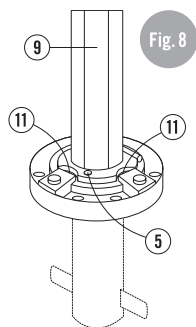
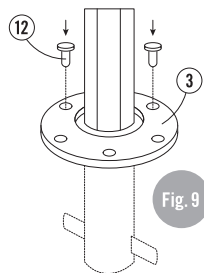

Fig. 8
Fig. 9
- Poser le mât (9) à la verticale avec précaution et le garder maintenu (Fig. 8).
- Insérer la vis de sécurité (5).
- Ajuster la position verticale avec les vis de nivellement (11), si nécessaire.
- Abaisser l'anneau de serrage (3) sur le pied du mât et placer les vis d'ancrage (12) (Fig. 9).